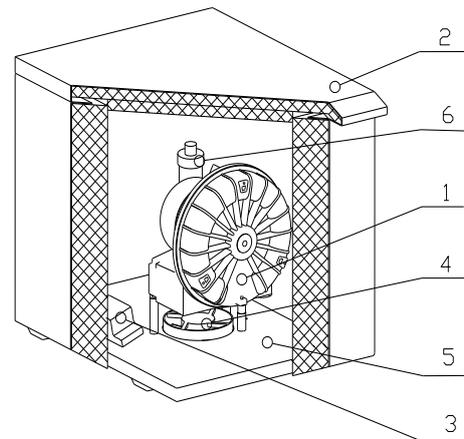

рис.1
Агрегат aspirатора (1) (рис.1) создает в пневматической распределительной сети частичный вакуум, при этом отсасывает чужеродные вещества из рабочего поля врача и направляет их в сепаратор зубной установки. Чистый воздух проходит после сепаратора через отсасывающий агрегат и далее выпускается через выходной шланг и глушитель шума прямой (6) в окружающую среду вне кабинета. Отсасывающий агрегат включается с помощью модуля управления (3) после подвода сигнала от установки (напряжением 24 В перем./пост. или включением выключателя- модель „Г“). Агрегат расположен на основании (5) над охлаждающим вентилятором (4), который создает в шкафчике (2) принудительную циркуляцию воздуха. Металлический шкафчик на ножках имеет шумопоглощающую изоляцию, при этом обеспечивается низкий уровень шума для окружающей среды, а с помощью вентилятора (4) и достаточный обмен охлаждающего воздуха, подводимого через щель между шкафчиком или основанием и полом. Охлаждающий воздух потом выдувается через отверстие в задней стенке шкафчика.